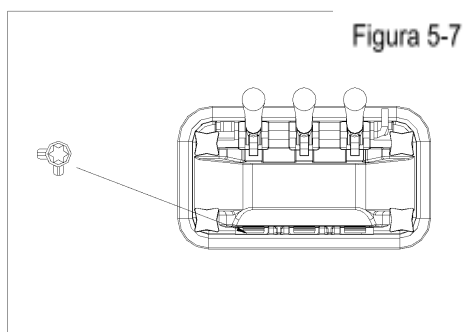

Figura 5-7
6. Encastre a presión el pico vertedor en la parte inferior del orificio de la puerta (Figura 5-7).